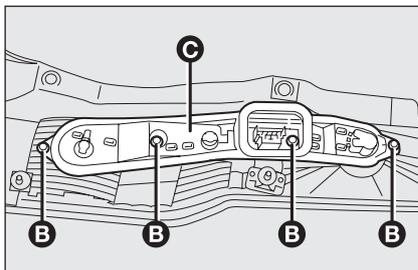

fig. 33
- dévisser les quatres vis **B-fig. 33** des sièges correspondants;